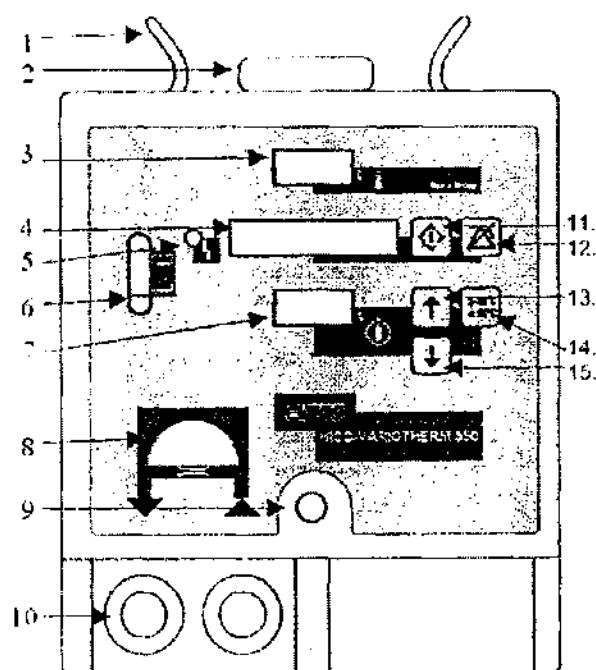

Рисунок 1: Вид спереди
Перед включением агрегата и подсоединением обогревающего матраца необходимо проверить уровень воды. Индикатор уровня воды находится на передней панели агрегата (см. рисунок 1, предмет 6) и имеет отметки минимально и максимально допустимого уровня воды. Уровень воды должен находиться между этими двумя отметками, при этом необходимо стремиться к максимальному уровню. Разница между двумя отметками составляет приблизительно 0,5 литра.
Для этого необходимо наполнить резервуар водопроводной или дистиллированной водой, к которой было добавлено стерилизующее вещество (0,5% LYSETOL[®] FF²). Перед доливкой выключите агрегат и отсоедините его от источника электропитания. Затем отвинтите навинчивающийся колпачок (см. рисунок 1, предмет 2) с горловины водного фильтра (например, монетой). После доливки плотно привинтите колпачок на горловину.
Соединительные муфты трубок помещаются на соединительную пару (см. рисунок 1, предмет 10). Соединительные муфты правильно установлены тогда, когда стопорный механизм трубок фиксируется в соединительном патрубке модуля таким образом, чтобы исключить самостоятельное разъединение. Соединение является правильным в том случае, если после включения модуля индикатор потока над соединительной парой начинает вращаться. Не имеет значения, на какое соединительное отверстие агрегата помещается трубка, т.к. это не оказывает влияния на функционирование обогревающего матраса.
Выключатель электропитания (см. рисунок 1, предмет 9) расположен на передней панели агрегата и представляет собой нажимной переключатель с символами "О / I". Система включается, когда выключатель выступает из передней панели, и выключается, когда он находится на одном уровне с панелью.
Пользователь может выбрать язык интерфейса для считывания статуса и сигналов неисправности (см. рисунок 1, предмет 3), отображаемых на дисплее на передней панели. Вы можете выбрать один из следующих языков: немецкий, английский, французский, испанский и итальянский.
1. Нажимайте кнопку “отключить сигнал тревоги” (см. рисунок 1, предмет 12) до тех пор (приблизительно 4 секунды), пока на дисплее не появится язык интерфейса.
2. При нажатии кнопки “увеличить температуру” (см. рисунок 1, предмет 13) на дисплее в следующей последовательности отображаются и автоматически активируются языки интерфейса: немецкий, английский, французский, испанский, итальянский, немецкий и т.д.
Требуемую температуру контактной поверхности обогревающего матраца можно настроить в любое время с помощью двух кнопок со стрелками (см. рисунок 1, предметы 13 и 15) в пределах диапазона от 15°C до 39°C в шагах по 0,1°C. Индикатор температуры слева от этих кнопок показывает установленное значение температуры.
По причинам безопасности, для установления значения температуры **ниже 35°C или выше 38°C** необходимо одновременно нажать кнопку со стрелкой и кнопку "разрешить" (см. рисунок 1, предмет 14).